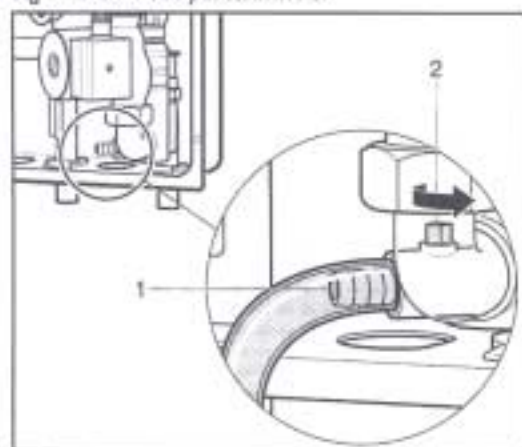

Fig 5: Yul kroan TURBO
4. Sluit de vulslang aan op de (Fig 5/6) vul- en aftapkraan van de installatie en zet eerst de waterleidingkraan en dan de vul- en aftapkraan volledig open.